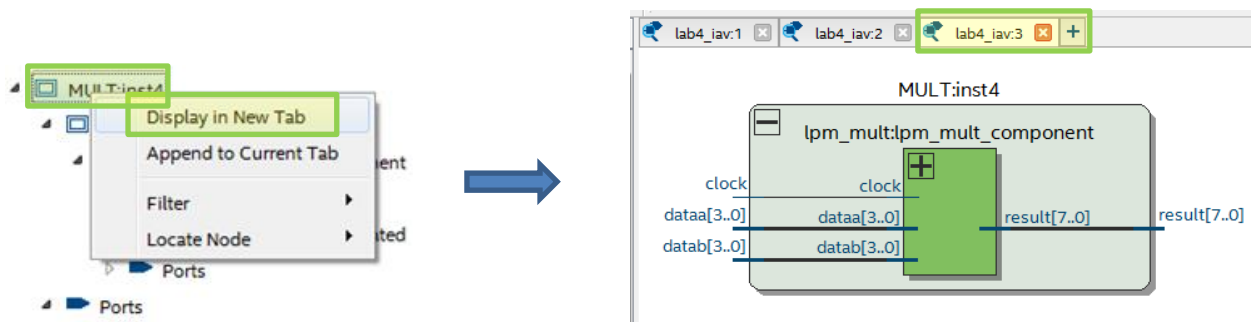

Рис. 46 Просмотр компонента MULT в новом окне
9.5. Любой из компонентов проекта можно открыть в новом окне и рассмотреть более детально. Для этого выделите ЛКМ нужный компонент в окне **Netlist Navigator**, нажмите ПКМ и выберите **Display in New Tab**. В новой вкладке отобразится только выбранный компонент проекта (рис. 46)